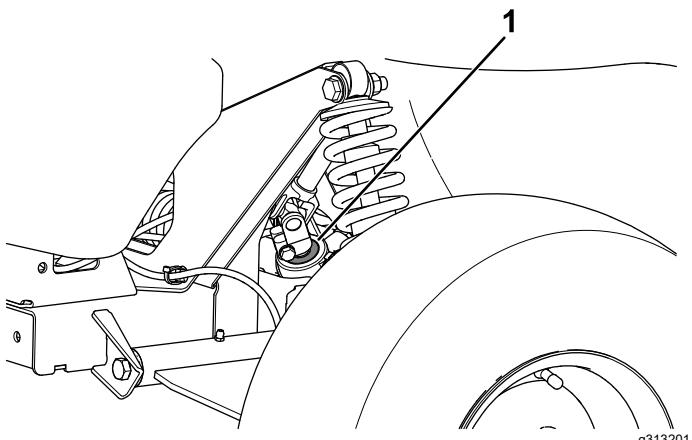

Figura 54
- Importante:** Inspeccione la condición y la integridad del retén del eje del piñón (Figura 54).